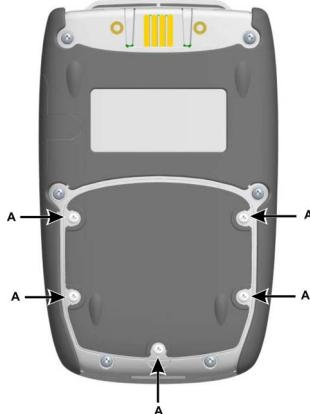

图 1：后视图
1. 卸下五个 Pozidriv 螺钉 (A) (参见图 1 后视图)。